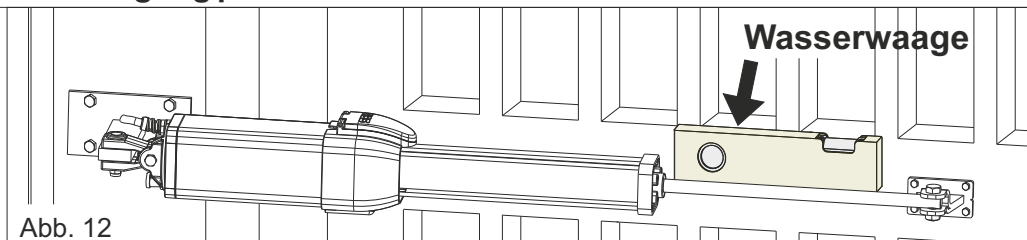

Abb. 12
- 2 - Für einen korrekten Betrieb ist es wichtig, sowohl den Antrieb als auch die vorderen und hinteren Befestigungen mit Hilfe einer Wasserwaage perfekt horizontal zu positionieren (Abb. 12)
Die Befestigung muss so positioniert werden, dass sich der Antrieb in perfekt horizontaler Position befindet (Abb. 12)